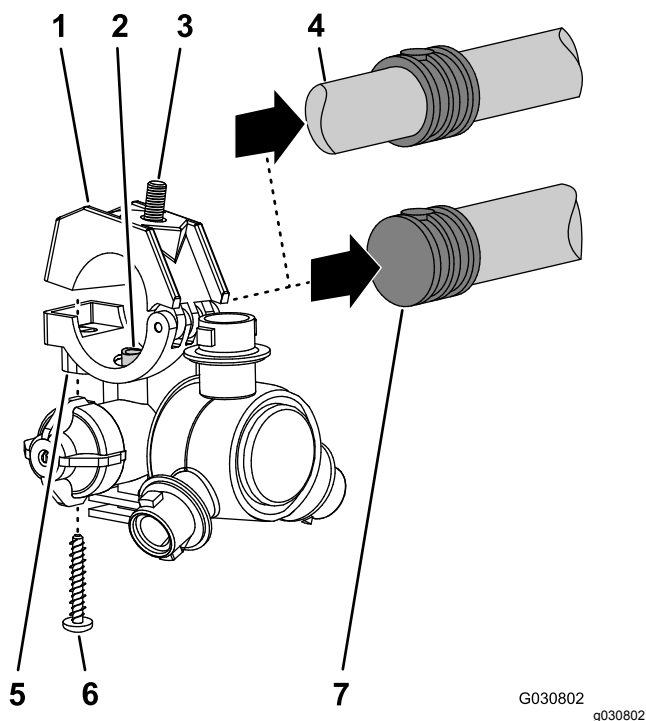

Figura 133
5. Lavorando con gli 8 ugelli dell'irroratrice rimossi al passaggio 1, rimuovete le viti in acciaio inox (n. 12 x 1 1/4") che fissano le metà superiori delle fascette e i portagomma dentellati singolo o doppio (3/4") al corpo di ciascun ugello dell'irroratrice e rimuovete i portagomma dentellati (Figura 133).